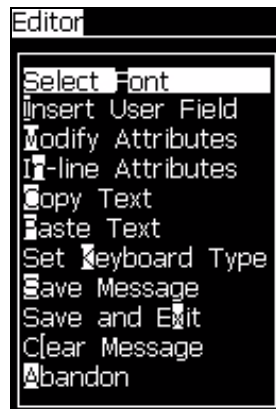

Figura 5-47: Menu Editor
- 1 Pressione as teclas *Alt + E*, ou pressione *F1*. O menu *Editor* aparece (veja Figura 5-47).